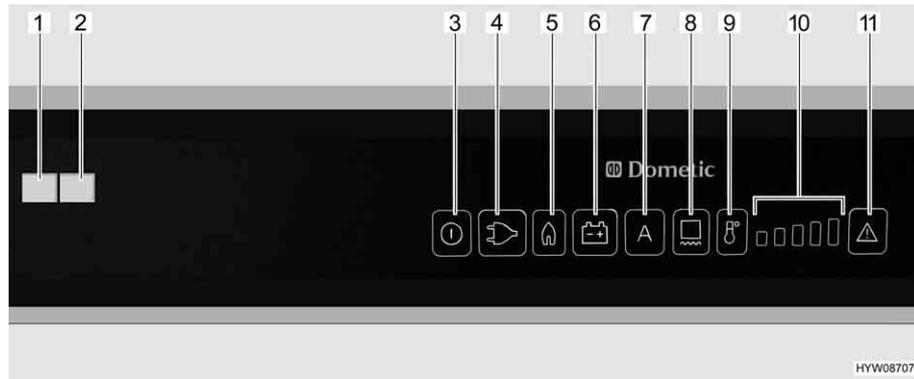

Fig. 195 Elementi di comando per il frigorifero (Dometic RMD)
Se è impostata la modalità di funzionamento "AES", la tensione a 230 V **non** è allacciata e il motore del veicolo è **spento**, il sistema AES seleziona il rifornimento di gas. Selezionando il funzionamento a gas, il dispositivo di sicurezza si apre automaticamente, così che il gas possa fluire al bruciatore. Contemporaneamente si inserisce l'accenditore elettronico. Se la fiamma del gas si spegne, p. es. a causa di un colpo di vento, l'accenditore viene subito azionato riaccendendo il gas. In caso di guasto del funzionamento a gas, lampeggiano i tasti luminosi "Gas" (Fig. 195,5) e "Guasto" (Fig. 195,11). La spia di controllo "Guasto" (Fig. 195,1) è accesa e viene emesso un allarme acustico per 20 secondi.
Dopo l'accensione il frigorifero seleziona automaticamente la regolazione intermedia del termostato. Questa regolazione può essere modificata manualmente tramite il tasto di selezione del livello di temperatura (Fig. 195,9). Le spie di controllo (Fig. 195,10) indicano la temperatura selezionata sul termostato. Il tasto di selezione del livello di temperatura permette di regolare la temperatura di refrigerazione per tutti e tre i tipi di energia. Ci vogliono alcune ore prima che il frigorifero raggiunga la temperatura normale di esercizio. Cambiando la modalità di funzionamento la regolazione del termostato non viene modificata. La temperatura di refrigerazione è indipendente dal tipo di energia utilizzata.
- Accendere il riscaldamento del telaio per 2 ore: Premere una volta il tasto (Fig. 195,8). Sull'indicazione dei gradi di temperatura (Fig. 195,10) si accende una barra.
- Accendere il riscaldamento del telaio per 5 ore: Premere due volte il tasto (Fig. 195,8). Sull'indicazione dei gradi di temperatura (Fig. 195,10) si accendono due barre.
- Regolazione del riscaldamento del telaio ad esercizio continuo: Premere tre volte il tasto (Fig. 195,8). Sull'indicazione dei gradi di temperatura (Fig. 195,10) si accendono tre barre.
L'indicazione dei gradi di temperatura (Fig. 195,10) indica per alcuni secondi la durata di esercizio del riscaldamento del telaio.
Nel caso di temperature esterne ed umidità dell'aria elevate è possibile che si formino gocce d'acqua sul telaio in metallo del vano congelatore. Per questo motivo il frigorifero è dotato di un riscaldamento del telaio per il vano congelatore. Nel caso di temperature e umidità dell'aria elevate, accendere il riscaldamento del telaio con il tasto (Fig. 195,8). È possibile così evitare fenomeni di corrosione. Quando il riscaldamento del telaio è acceso, si accende il tasto luminoso (Fig. 195,8).
- Premere il tasto On/Off (Fig. 195,3) per circa 2 secondi. Il frigorifero si accende e viene visualizzato l'ultimo tipo di energia impostato, oppure "AES".
- Impostare la temperatura di refrigerazione con il tasto di selezione del livello di temperatura (Fig. 195,9). Le spie di controllo (Fig. 195,10) indicano la temperatura selezionata sul termostato.
- Premere il tasto On/Off (Fig. 195,3) per circa 2 secondi. Il frigorifero si spegne e le indicazioni smettono di lampeggiare.